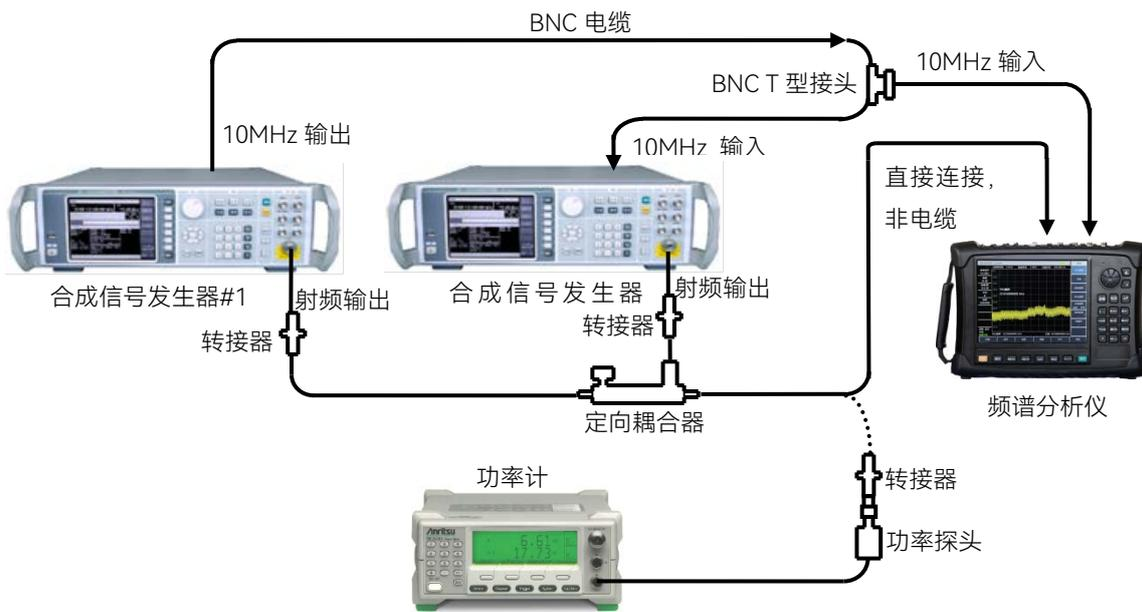

图 14.13 1dB 增益压缩测试框图
- 2) 如图 14.13 实线连接测试仪器，合成信号发生器#1 为频谱分析仪与合成信号发生器#2 提供 10MHz 频率参考，定向耦合器选择射频定向耦合器。
9) 断开射频定向耦合器输出与 4024 的连接，如图 14.13 虚线连接到功率探头，设置功率计频率为 2GHz，此时功率计读数为 50MHz~4GHz 频段的 1dB 压缩点，将该值作为测试结果记录到《4024 频谱分析仪记录表》中。
10) 如图 14.13 连接测试仪器，图中定向耦合器为毫米波定向耦合器，设置 4024 中心频率为 9GHz，合成信号发生器#1 的频率设置为 9.01GHz，合成信号发生器#2 的频率设置为 9GHz。
13) 断开毫米波定向耦合器输出与 4024 的连接, 如图 14.13 虚线连接到功率探头上, 记录此时的功率计读数为 4GHz~13GHz 频段的 1dB 压缩点, 将该值作为测试结果记录到《4024 频谱分析仪记录表》中。
14) 如图 14.13 连接测试仪器, 图中定向耦合器为毫米波定向耦合器, 设置 4024 中心频率为 18GHz, 合成信号发生器#1 的频率设置为 18.01GHz, 合成信号发生器#2 的频率设置为 18GHz。
17) 断开毫米波定向耦合器输出与 4024 的连接, 如图 14.13 虚线连接到功率探头上, 记录此时的功率计读数为 13GHz~67GHz 频段的 1dB 压缩点, 将该值作为测试结果记录到《4024 频谱分析仪记录表》中。
18) 如图 14.13 连接测试设备, 选择合适频段的转接器和定向耦合器, 参照步骤 1~9, 选择 1.5GHz、3.5GHz、4.5GHz 和 8GHz 分别作为 50MHz~2.4GHz、2.4GHz~4GHz、4GHz~5.2GHz 和 5.2GHz~9GHz 四个频段的测试点, 测试其 1dB 增益压缩指标并记录测试结果至《4024 频谱分析仪记录表》中。